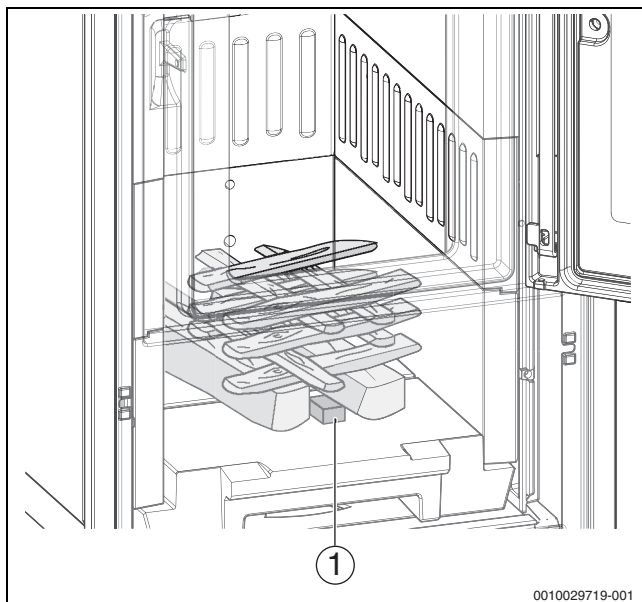

Bild 7 CO-armes Anheizen (Beispielbild)
- ▶ 2 Feuerwürfel (→ Bild 7, [1]) im vorderen Bereich auf den Feuerraumboden legen.